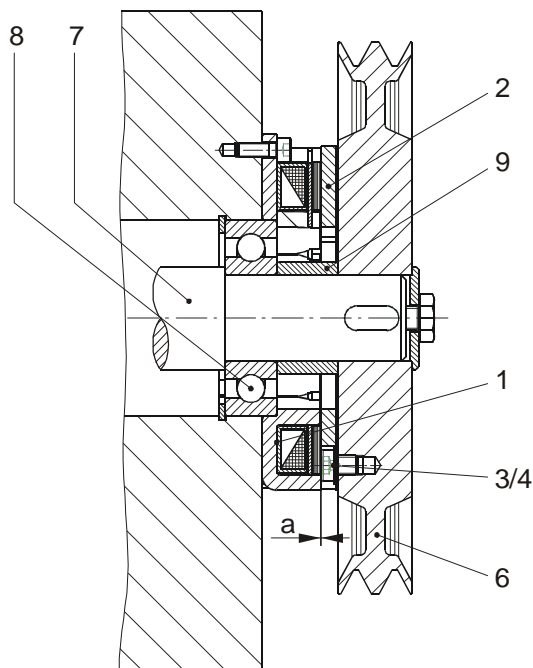
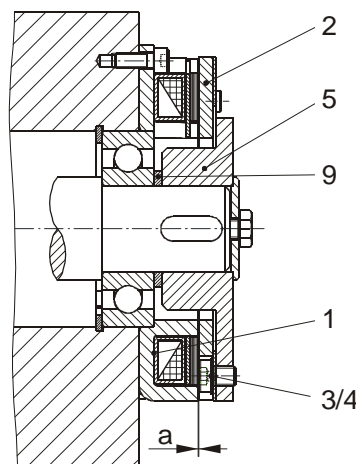

Bild 2
Bild 3
Der Spulenträger (1) ist an der Maschinenwand angeschraubt, zentriert auf dem Wellenlager (Bild 2 und Bild 3).
Der Luftspalt "a" wird durch einen Distanzring zwischen Wellenlager und Antriebselement (Bild 2) bzw. Innennabe (Bild 3) bestimmt.
Einbaubeispiele (Bild 2 und 3)
Im Betrieb wird die Ankerscheibe (2) gegen den Spulenträger (1) gezogen. Das Bremsmoment wird durch Reibschluss vom Spulenträger (1) über die Ankerscheibe (2) mit Übertragungsfeder und die Keilriemenscheibe (Pos. 6 / Bild 3) bzw. Flanschnabe (Pos. 5 / Bild 4) auf die Antriebswelle (7) übertragen.
- Zentriert durch ein Kugellager (8), Bild 2/3.
- 3.1. Luftspalt "a" nach Tabelle 1 und Bild 2/3 einstellen.
- 3.2. Anbauteil bzw. Flanschnabe (5) axial spielfrei befestigen. Axiales Spiel verändert den Luftspalt "a" und kann zum Streifen der Ankerscheibe (2) am Spulenträger (1) führen (siehe Einbaubeispiele Bild 2 und 3). Der max. zulässige Mittenversatz "V" nach Tabelle 1 und Bild 4 und 5 muss beachtet werden.